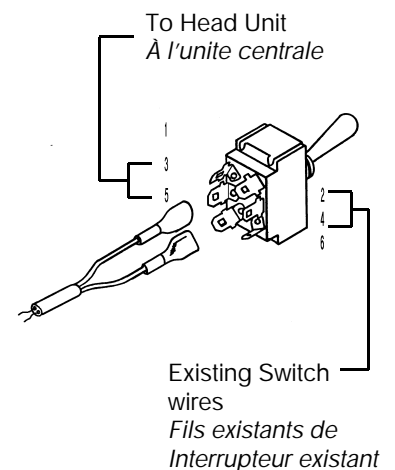

Figure 1
2. Brancher les fils existants sur les bornes 2 et 4. Avec l'interrupteur dans la position haute (arrêt) le contact est ouvert. (fig. 1).
3. Brancher les autres fils aux bornes 3 et 5. Avec l'interrupteur dans la position haute(arrêt) vous interrompez le comptage. (fig. 1).